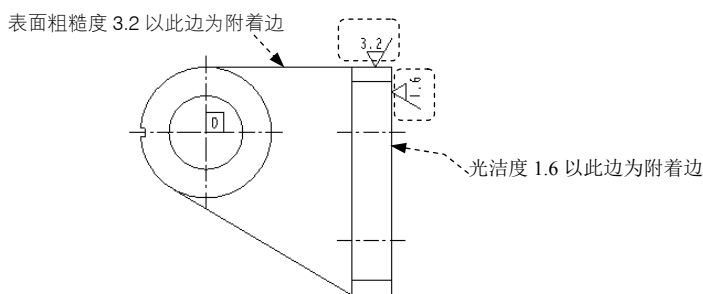

图 6.8.1 创建表面粗糙度
下面将在模型 **bracket** 的工程图中创建如图 6.8.1 所示的表面粗糙度（表面光洁度），以此说明在工程图模块中创建表面粗糙度的一般操作过程：
Step5. 在图形区中选取图 6.8.1 所示表面粗糙度为 3.2 的附着边，在系统弹出 **输入 roughness_height 的值** 的提示在输入数值 3.2，并按回车键，完成表面粗糙度 3.2 的标注。